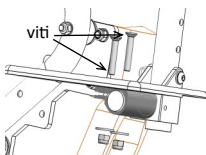

fig. 10.4: Regolazione inclinazione
- **Regolazione angolo di inclinazione del poggiapiedi** (fig. 10.4):